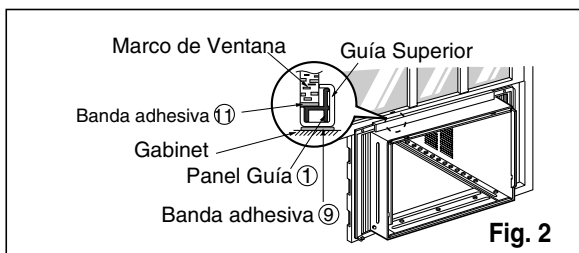

Fig. 2
1. Retire el tapón de plástico y deslice el chasis fuera del armario. (Ver Fig.2)
2. Hale hacia abajo la parte inferior de la ventana hasta que se una detrás de la guía superior.(Ver Fig.2)